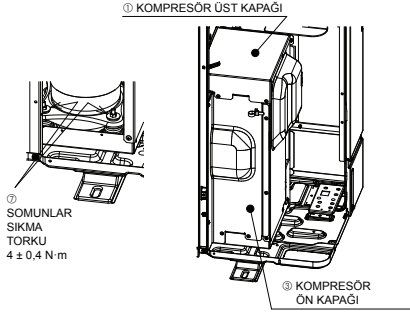

Fig. 4-2
- KOMPRESÖR sabit parçalarını söktükten sonra somunları sıkın ve KOMPRESÖR ÜST KAPAĞININ ve KOMPRESÖR ÖN KAPAĞININ eski haline geri döndüğünden emin olun. (Fig. 4-2)